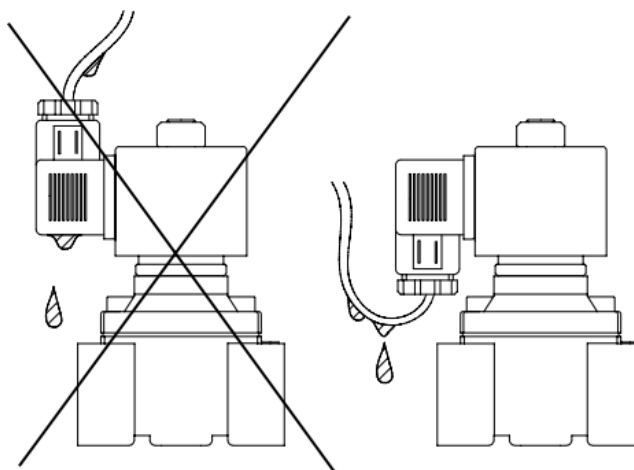

Рисунок 2. Установка штекера с сальниковым вводом
2.3.5. Установить штекер сальниковым вводом вниз на клеммы катушки и завернуть фиксирующий винт. Кабель зафиксировать, как показано на рис. 2.